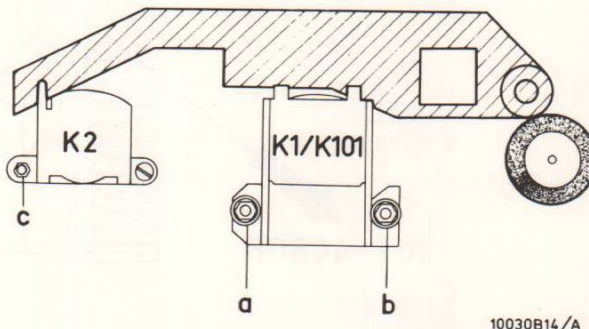

Fig. 7
a. Hoogte opneem/weergeefkop (Fig. 7)
b. Azimuth opneem-weergeefkop (Fig. 7)
c. Hoogte wiskop K2 (Fig. 7)